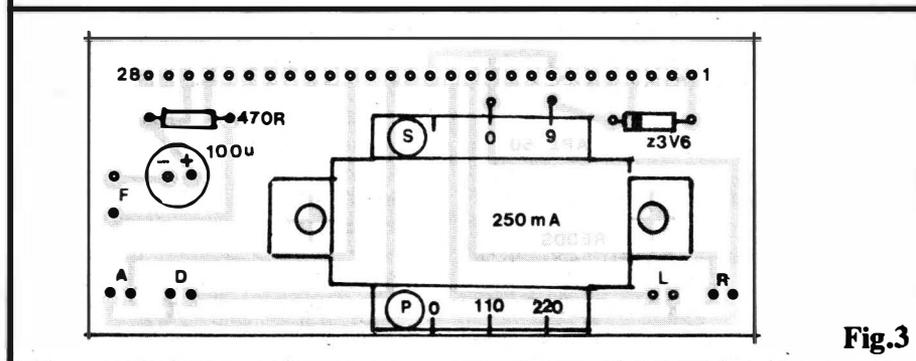

Fig.3
- FIG. 3 - LAY OUT DO CIRCUITO IMPRESSO ESPECÍFICO - Em termos puramente "mecânicos", e também na organização posicional dos seus terminais de conexão externa, a plaqueta do projeto se "parece" com a própria placa "mãe" do módulo MA1022 ou MA1023... A idéia é justamente **essa**, de modo a simplificar ao máximo a inter-conexão... Apesar de um certo **rigor** nas medidas e posicionamentos, o **lay out** é muito simples e direto, de fácil execução... A figura mostra o padrão cobreado (em negro, já que as áreas brancas correspondem à superfície do fenolite já "livre" do cobre, após a corrosão...) em tamanho natural (1:1). As duas "cruzetas" no interior da placa demarcam a furação necessária à fixação do transformador do circuito de "apoio"... A linha de ilhas "quadradas", espaçadas em 1/10 de polegada (medido de "centro a centro"), para perfeito "casamento" com o módulo híbrido, terá que ser
mente, o ponto mais importante das conexões externas, referem-se ao acoplamento com o módulo MA1022 ou MA1023... Notar que os 28 pontos de ligação (ilhas/furos) existentes tanto na placa quanto no módulo "casam" direitinho... Entretanto, nem todos os pontos são eletricamente aproveitados... Apenas aqueles correspondentes às ilhas cobreadas com real conexão às trilhas (rever fig. 3) **precisam** ser soldados entre si, através de pequenos "L" de fio rígido e nú... Nada impede, contudo, que mesmo ilhas/furos não "eletricamente necessários" sejam também inter-conectados com os "L" de fio, com o que maior rigidez mecânica será concedida ao conjunto... Observar que a face dos **displays** da placa do módulo híbrido deve ficar voltada "para fora" do conjunto... Usando-se fios rígido de calibre 20 a 24 nos "L" de inter-conexão eletro-mecânica, haverá sempre uma certa "flexibilidade" final no conjunto das placas, permitindo um "acerto posicional" para dar ângulo correto à montagem, o que facilitará a acomodação final na caixa escolhida...